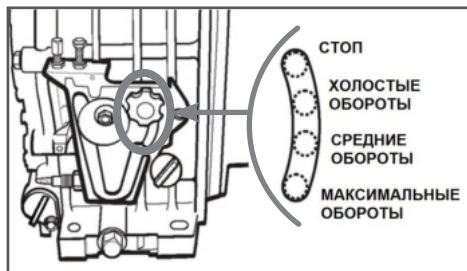

Рис. 16 Управление оборотами двигателя
3. Ослабьте затяжку гайки-фиксатора рычага управления оборотами двигателя, переведите гайку-фиксатор по направляющему пазу вниз до упора (в положение «МАКСИМАЛЬНЫЕ ОБОРОТЫ»), после чего затяните гайку (Рис. 16).
- Ослабьте затяжку гайки-фиксатора рычага управления оборотами двигателя, переведите гайку-фиксатор по направляющему пазу в положение «ХОЛОСТЫЕ ОБОРОТЫ», после чего затяните гайку (Рис. 16).
Прогретый двигатель можно запускать, сразу установив гайку-фиксатор рычага управления оборотами двигателя в положение «СРЕДНИЕ ОБОРОТЫ» или «МАКСИМАЛЬНЫЕ ОБОРОТЫ» (Рис. 16).
4. Ослабьте затяжку гайки-фиксатора рычага управления оборотами двигателя, переведите гайку-фиксатор по направлению пазу вниз в положение «ХОЛОСТЫЕ ОБОРОТЫ», после чего затяните гайку (Рис. 16).
1. Ослабьте затяжку гайки-фиксатора рычага управления оборотами двигателя, переведите гайку-фиксатор по направляющему пазу вверх в положение «ХОЛОСТЫЕ ОБОРОТЫ», после чего затяните гайку (Рис. 16).
3. Ослабьте затяжку гайки-фиксатора рычага управления оборотами двигателя, переведите гайку-фиксатор по направляющему пазу вверх до упора в положение «СТОП», после чего затяните гайку (Рис. 16).
1. Ослабьте затяжку гайки-фиксатора рычага управления оборотами двигателя, переведите гайку-фиксатор по направляющему пазу вверх до упора в положение «СТОП», после чего затяните гайку (Рис. 16).
1. После прогрева двигателя ослабьте затяжку гайки-фиксатора рычага управления оборотами двигателя, переведите гайку-фиксатор по направляющему пазу вниз до упора (в положение МАКСИМАЛЬНЫЕ ОБОРОТЫ), после чего затяните гайку (Рис. 16). Мотопомпа при этом начнет работать в режиме максимальной производительности.